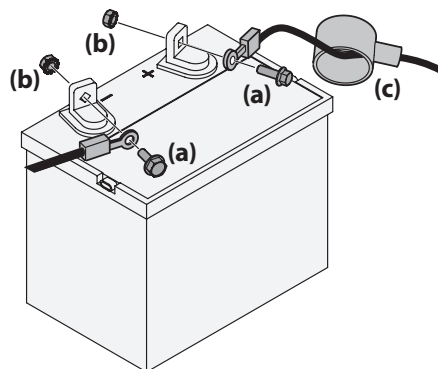

Figure 2-8
1. Retirez le protecteur en plastique, si équipé, de la borne positive de la batterie et fixez le câble rouge à la borne positive (+) avec un boulon (a) et un écrou (b). Voir Figure 2-8.
2. Retirez le protecteur en plastique, si équipé, de la borne négative de la batterie et fixez le câble noir à la borne négative (-) avec un boulon (a) et un écrou (b). Voir Figure 2-8.